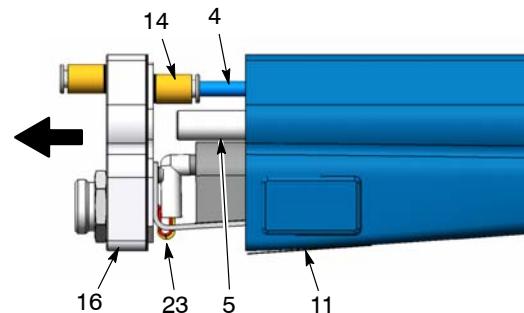

Figura 24 Extracción del disipador de calor del alojamiento
6. Ver la figura 24. Extraer el disipador de calor (16) del alojamiento (11) y desconectar el tubo de aire (4) del conector (14).
5. Ver la figura 24. Conectar el tubo de aire (4) al conector (14), después volver a presionar el dissipador de calor (16) contra el alojamiento mientras instala el tubo de polvo (5) a través del dissipador de calor. Asegurarse de que los cables (23) no se queden atrapados entre el alojamiento (11) y el dissipador de calor.